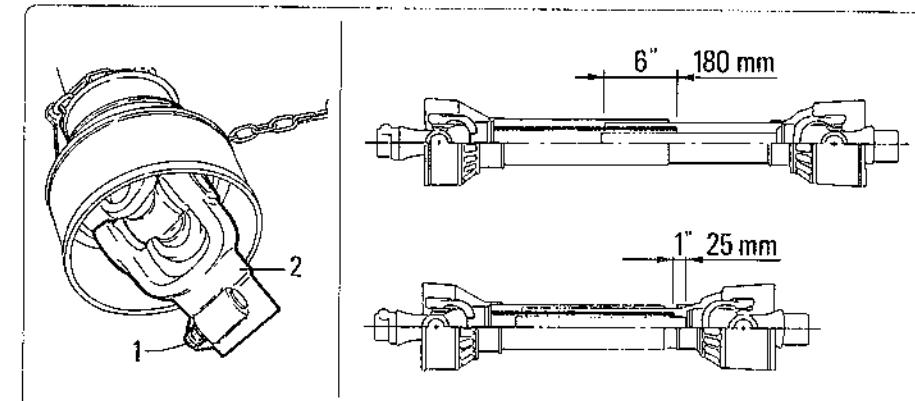

fig. 4.1.3
- Vérifier que la longueur du cardan est correcte fig. 4.1.3.
Mentre nella posizione di massimo accoppiamento il cardano deve presentare ancora una corsa di circa 25 mm (1 inch) vedi fig. 4.1.3.